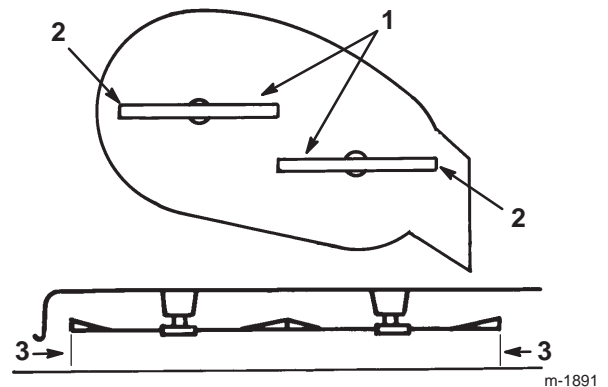

Bild 47
- Drehen Sie die Schnittmesser vorsichtig von einer Seite zur anderen (Bild 47).
- Messen Sie den Abstand zwischen den äußeren Schnittkanten und der ebenen Oberfläche (Bild 47). Wenn beide Messwerte nicht innerhalb von 5 mm liegen, ist eine Einstellung erforderlich. Siehe Schritte 10 bis 13.